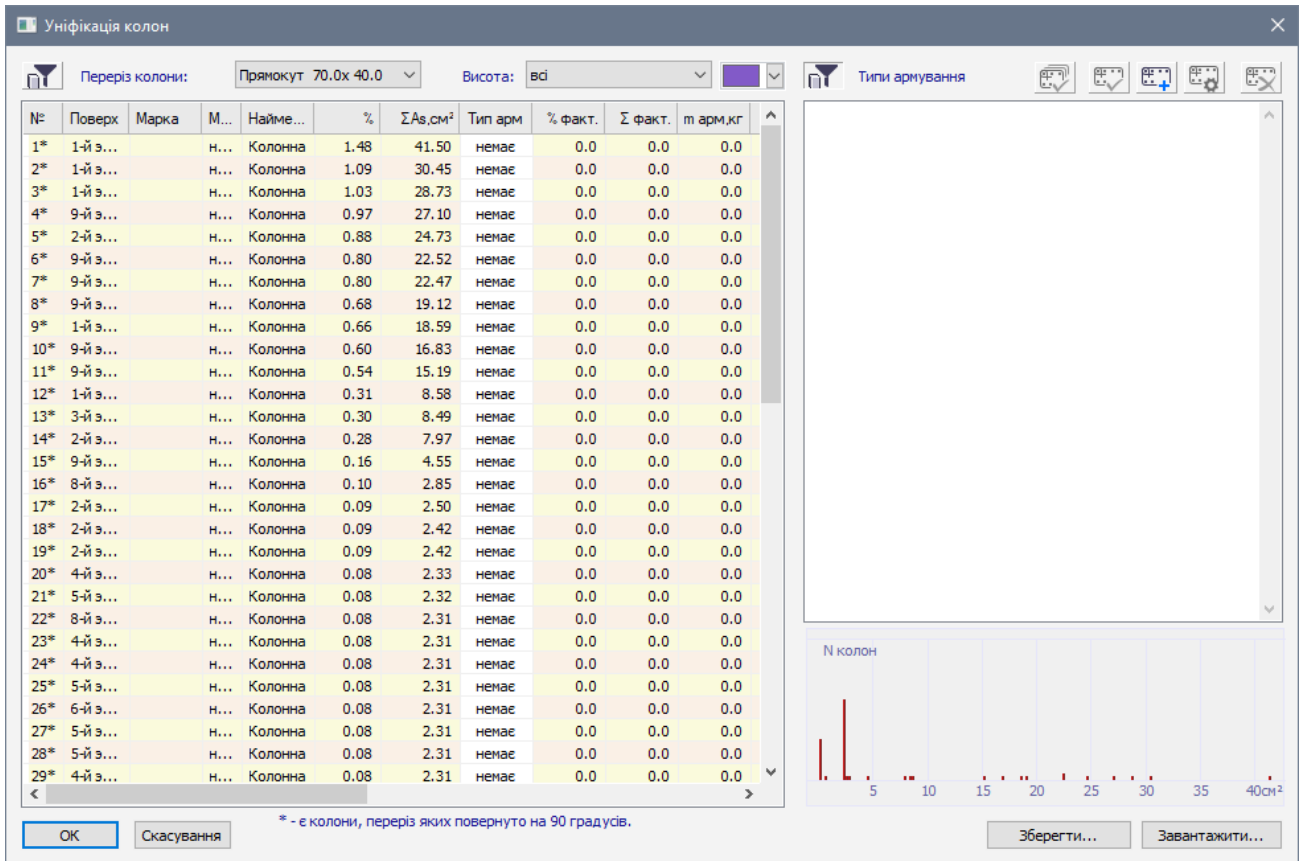

Рис. 27.3. Діалогове вікно Уніфікація колон
- Викличте діалогове вікно **Уніфікація колон** (рис. 27.3) натисканням по кнопці  – **Уніф. колон** (панель **Основна арматура** на вкладці **Армування**).
- Щоб приховати частину стовпців з повторюваними даними у діалоговому вікні **Уніфікація колон** (рис. 27.3) виконайте натискання правою кнопкою миші по списку колон і виберіть з контекстного меню команду **Симетричне армування**.